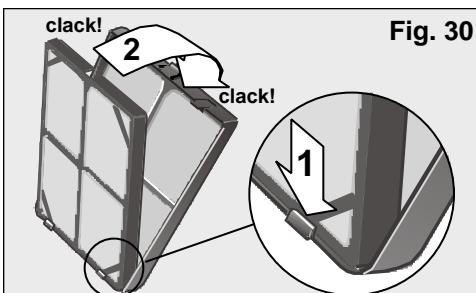

Fig. 30
- Introduisez le filtre double actif + positionneur dans le filtre de base comme indiqué dans la **Fig. 30**, en tenant compte que vous devrez en premier lieu l'emboîter dans les crochets inférieurs.
Afin de faciliter le nettoyage et le changement des filtres, il est également possible de retirer la porte frontale de l'appareil. Pour cela, il suffit d'ouvrir la porte jusqu'à la butée de sécurité (la porte reste ouverte avec une légère inclinaison, Fig. 30) et de tirer fortement vers vous. Pour la remettre en place, faites coïncider les crochets inférieurs de la porte avec les orifices de la carcasse de l'appareil jusqu'à ce que les crochets s'emboîtent dans les clips de la carcasse.